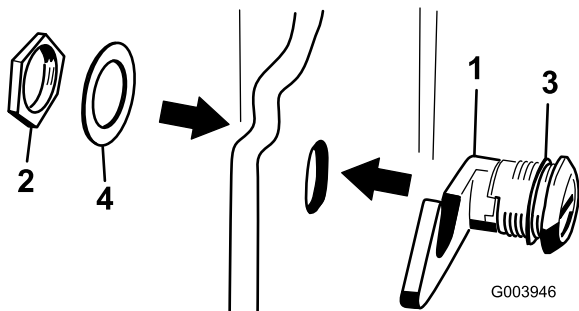

图17
3. 从机罩门锁组件上拆下螺母（图17）。
4. 在机罩外部，将门锁的机罩端穿过机罩的孔。确保橡胶密封垫圈保持在机罩的外侧（图17）。